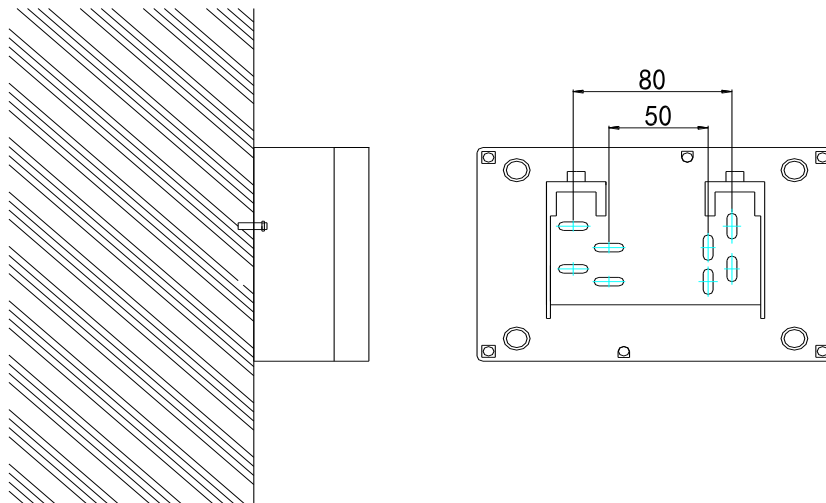

图3 处理单元安装孔示意图
2. 处理单元壁挂方式：用两只塑料胀管木螺钉组 $\Phi 6 \times 30$ GB/T 951 3.5 将产品固定在墙壁上，安装示意图如下图 3：